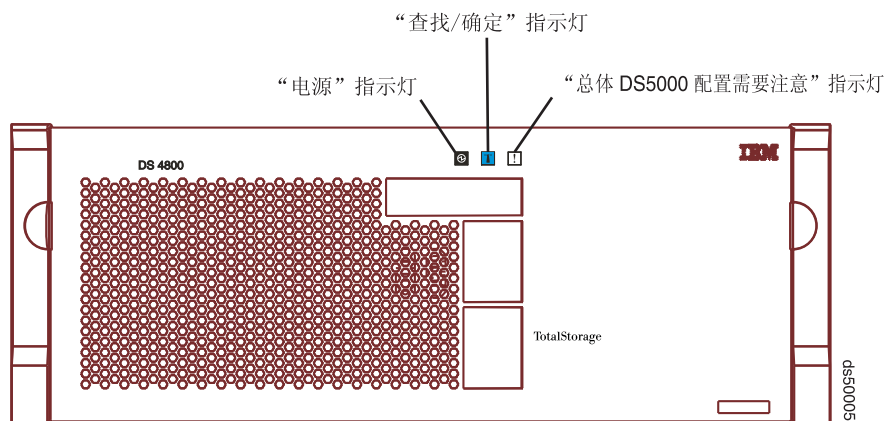

图 134. DS5100 或 DS5300 前挡板上的“总体配置需要注意”指示灯
2. 通过检查存储子系统前挡板上的“总体配置需要注意”指示灯，查找互连电池单元的电池组出现故障的存储子系统。（第 203 页的图 134 显示了前挡板上“总体配置需要注意”指示灯的位置。）